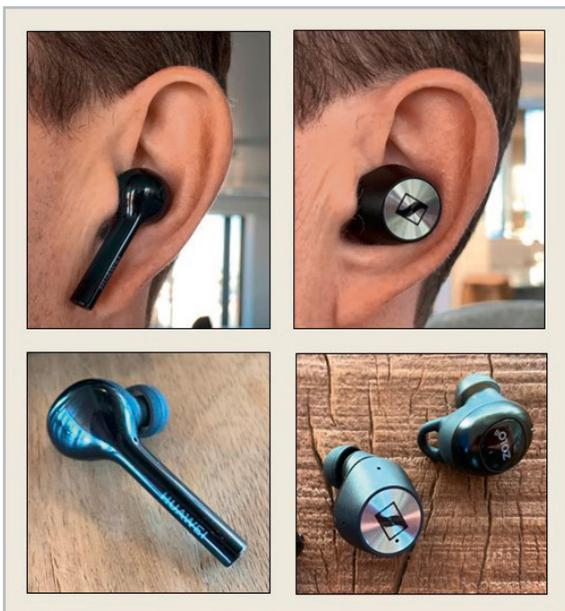

Bild 10: Beispiele für drahtlose (Bluetooth) In-Ear-Kopfhörer. Die oberen beiden Darstellungen zeigen die Hörer eingesetzt in den Gehörgängen.
- Im-Ohr-(Kopf)Hörer – kabelgebunden (Bild 9) und drahtlos (Bild 10).